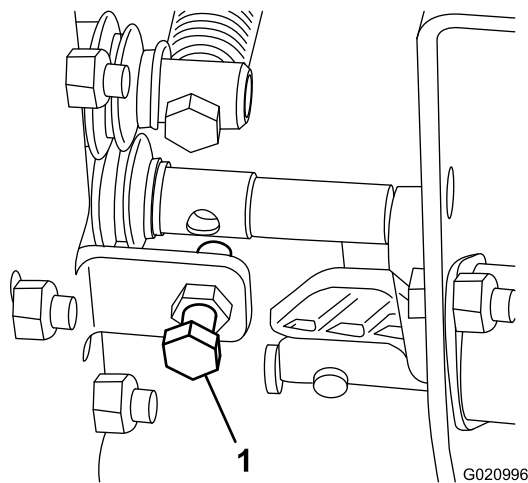

Figura 24
- Si la velocidad de elevación de la máquina es demasiado lenta o demasiado rápida, ajuste el perno indicado en Figura 24.